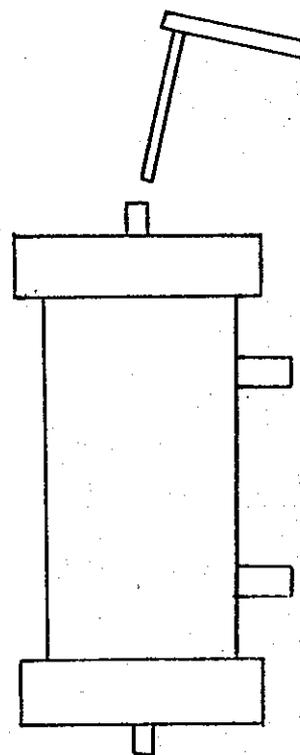

Fig. 1
- 3.1. Lavado manual con agua osmotizada a presión de los cabezales (fig. 1)